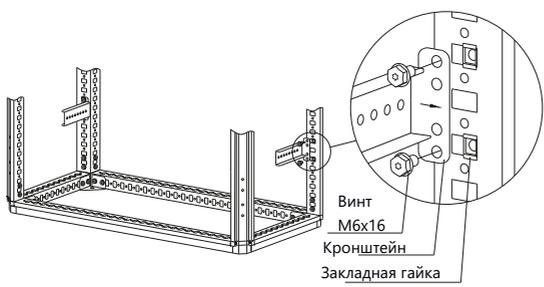

Рисунок 2
- вариант 2. Набором «закладная гайка М6 – винт М6×16 – шайба 6». Для этого предварительно установить закладные гайки в квадратные отверстия вертикальных дополнительных стоек и закрепить кронштейны винтами М6×16 и шайбой 6 (рисунок 2). Момент затяжки – 7 Н·м.